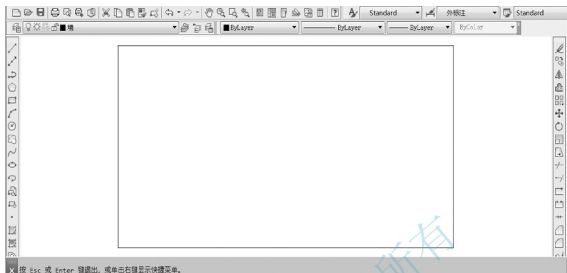

图 4.3 调整视图
(4) 执行【实时缩放】命令 \square 将视图调整到如图 4.3 所示的状态。